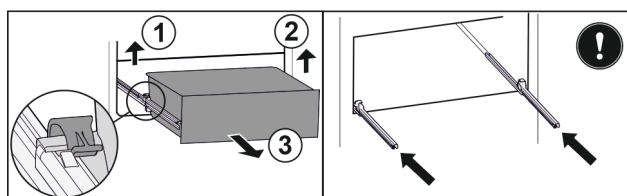

Fig. 125
- 提起左侧夹子，同时将抽屉左侧向前拉。 Fig. 125 (1)
- 提起右侧夹子，同时将抽屉右侧向前拉。 Fig. 125 (2)
- 朝前取出抽屉。 Fig. 125 (3)